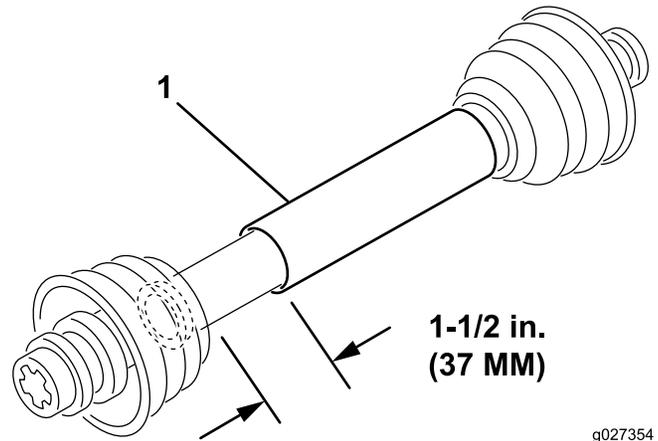

图2
3. 在其最短的长度PTO 轴的 2 半之间必须至少有 37mm 的额外空隙可供收缩**图2**。